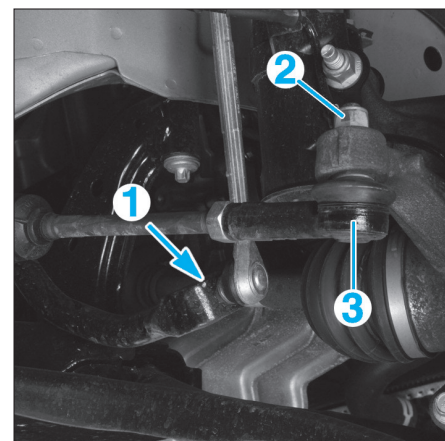

Fig. 15
- De chaque côté (Fig.15) :
- l'écrou (1) de la biellette de barre stabilisatrice,
- l'écrou (2), puis à l'aide d'un arrache-rotule, extraire la rotule (3) du pivot.